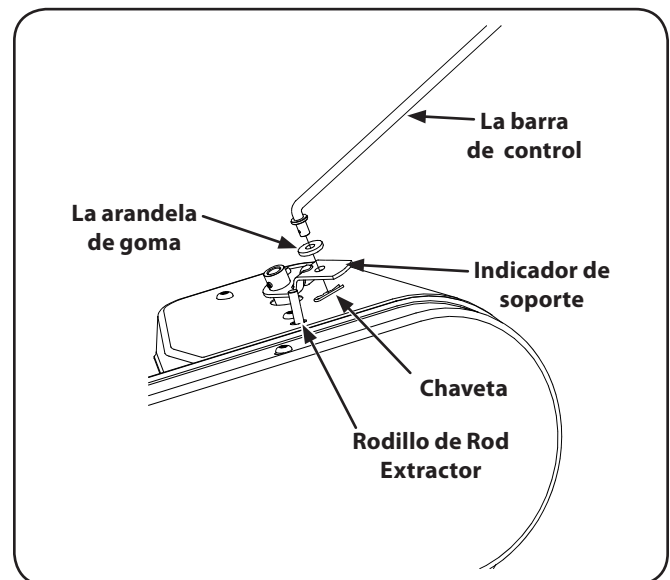

Figure 6-1
3. Retire el broche de chaveta y la arandela de resorte de la varilla de la polea loca. Vea la Fig. 6-1.